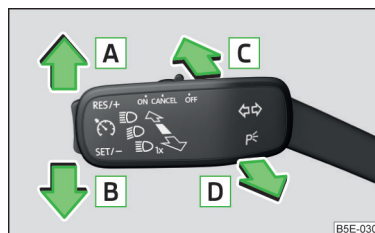

Fig. 49
- Tire de la palanca de intermitente y luz de carretera (» fig. 49 de la página 75) hacia el volante, desplácela hacia abajo y manténgala en esa posición.
Posiciones de la palanca de mando » fig. 49